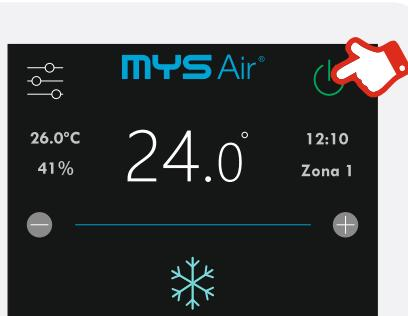

Fig. 22
1. En la pantalla principal del termostato, mantener pulsado el icono de ON/OFF (power button icon) durante aproximadamente 3 segundos (Fig. 22) hasta que aparezca la pantalla “**PARADA TOTAL**”. Una vez aparezca esta pantalla, mantener pulsado el cuadrado blanco, arrastrarlo hasta el extremo derecho y soltar (Fig. 23).